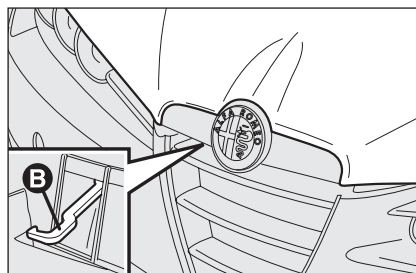

fig. 82
- ☐ tirare a fondo la levetta **B-fig. 82** e sollevare il cofano, mantenendo tensionata la leva